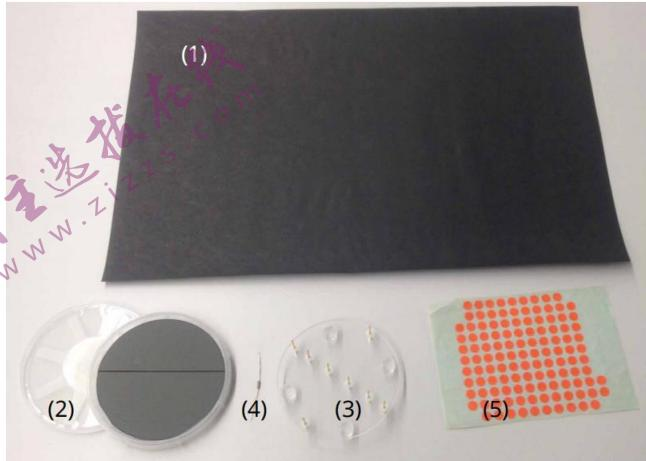

图 1：本实验中需要使用的其他元件
A.1 四点探针测量法 (4PP): 参照图1 测量 s 长度上的电压降 V ，与系统电流 I 间的函数关系，至少共测四组，作一个表，填入数据，在图 A.1 中画出电流 I 随压降 V 变化的关系线。 0.6pt